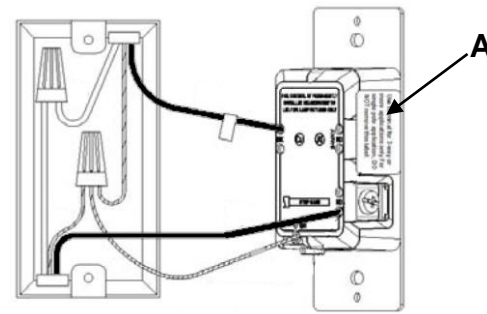

FIG. 4
- Raccorder le fil de ligne charge de la boîte murale à la vis de borne rouge indiquée, identifiée "RD" (FIG. 4).
- Conectar el cable de la caja de carga al tornillo terminal rojo indicado marcado con "RD" (FIG 4).
- Connect the load wall box wire to the indicated red terminal screw marked with "RD" (FIG 4).